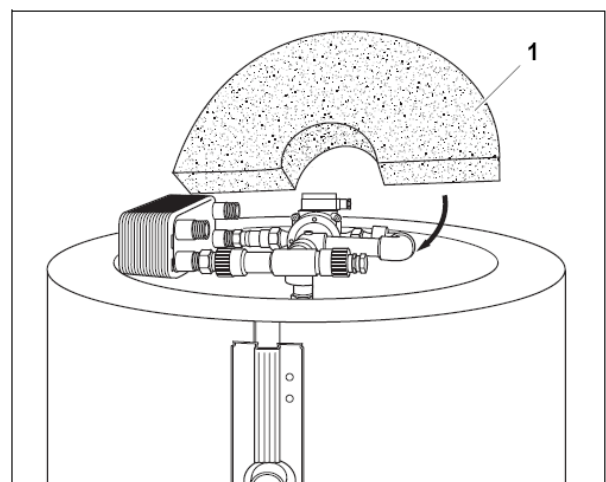

Рис. 7 Половинний сегмент теплоізоляції
- Просунути два половинних сегменти теплоізоляції (Рис. 7, Поз. 1) під модуль LAP.